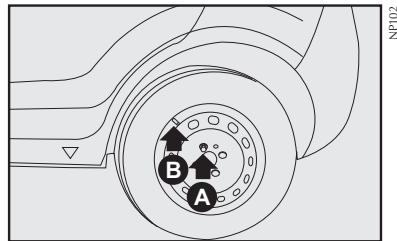

fig. 8
8) Apertar apenas um dos parafusos **A-fig. 8**, em correspondência com a válvula de enchimento **B-fig. 8**;